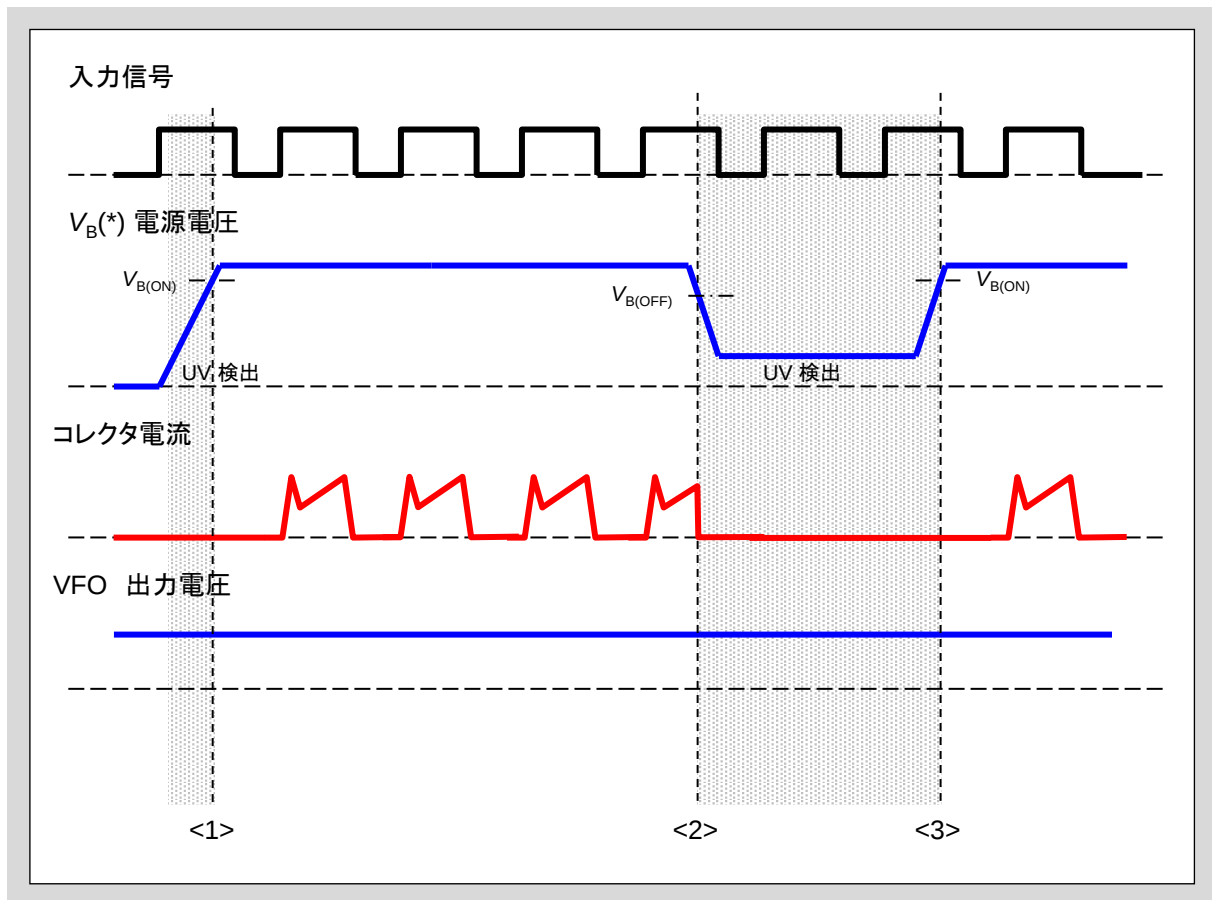

図3-5 V_B(U, V, W)の低入力電圧保護動作のシーケンス(ハイサイド)
- 図3-5にVB(U)-U, VB(V)-V, VB(W)-W間の低入力電圧保護動作のシーケンスを示します。